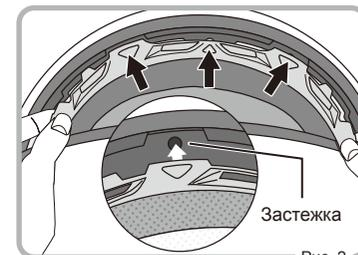

Рис. 2
- 2 Теперь протолкните в шлем три застёжки, как показано на рис. 2.